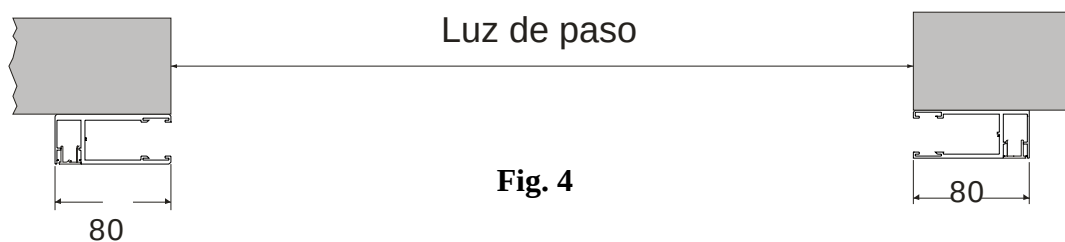

Fig. 4
- La puerta enrollable **PORTORE** va dispuesta en la parte interior del local, con las guías solapadas a la pared. Para ello se requiere un espacio mínimo de 80 mm (ver fig. 4).